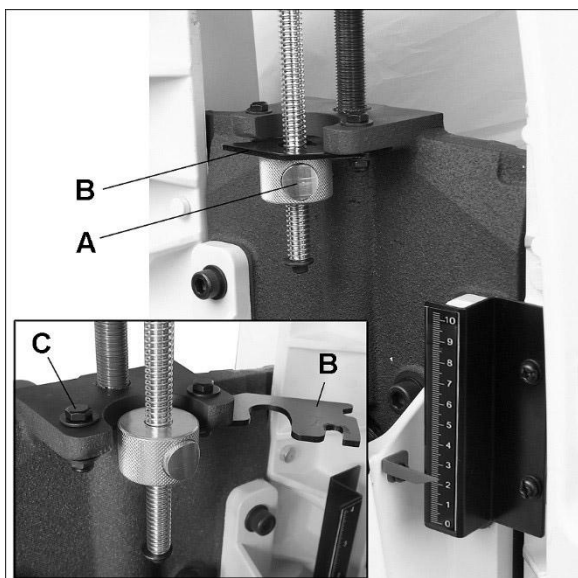

Figure 8-1
L'écrou de butée de profondeur (A, Figure 8-1) fournit un arrêt à la profondeur de ponçage finale. Cela garantit que l'opérateur ne poncera pas trop profondément quand il souhaite faire plusieurs pièces de la même épaisseur finale.
1. Tournez la poignée pour positionner le cylindre à la profondeur de ponçage finale en fonction de l'échelle. (Par exemple, la figure 8-1 montre une profondeur finale de 23 mm ).
2. Appuyez sur le bouton de l'écrou pour faire glisser l'écrou en position générale, puis faites-le tourner jusqu'à ce qu'il touche fermement le fond de la plaque (B).
Si l'arrêt n'est pas utilisé, desserrez la vis gauche (C) et faites pivoter la plaque (B, voir figure 8-1).